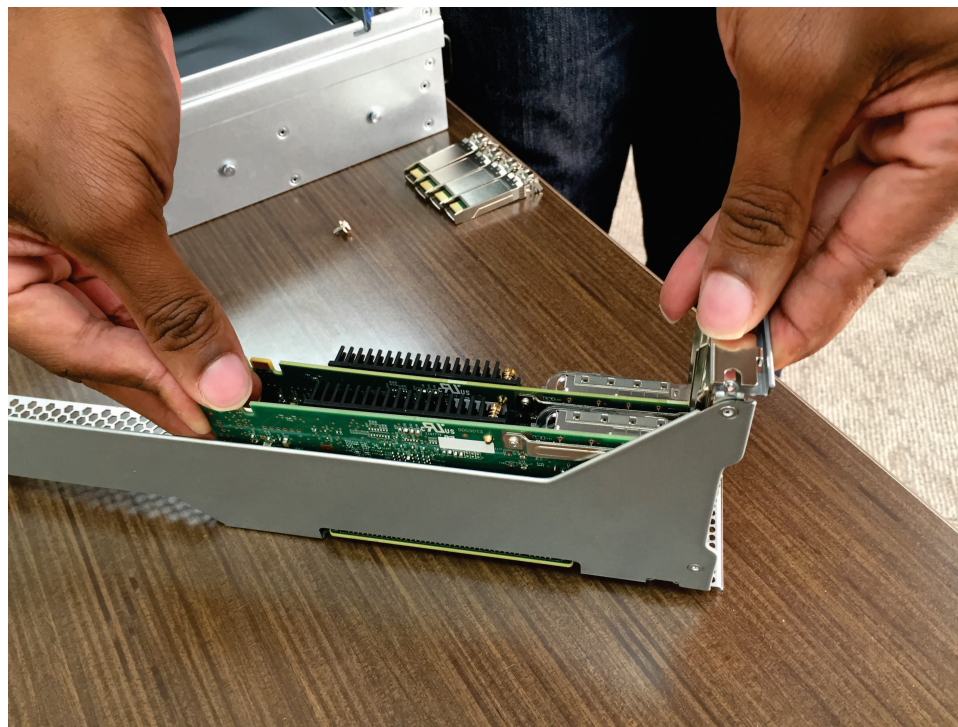

图 158. 将适配器与 PCI 接口对齐
2. 确保适配器上的插槽与 PCI 转接卡组合件正确对齐，如第 190 页的图 158 中所示。